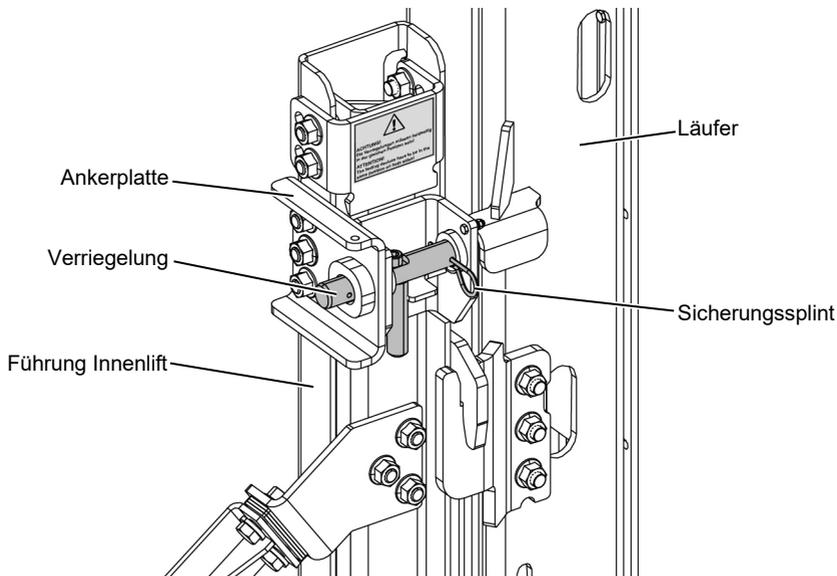
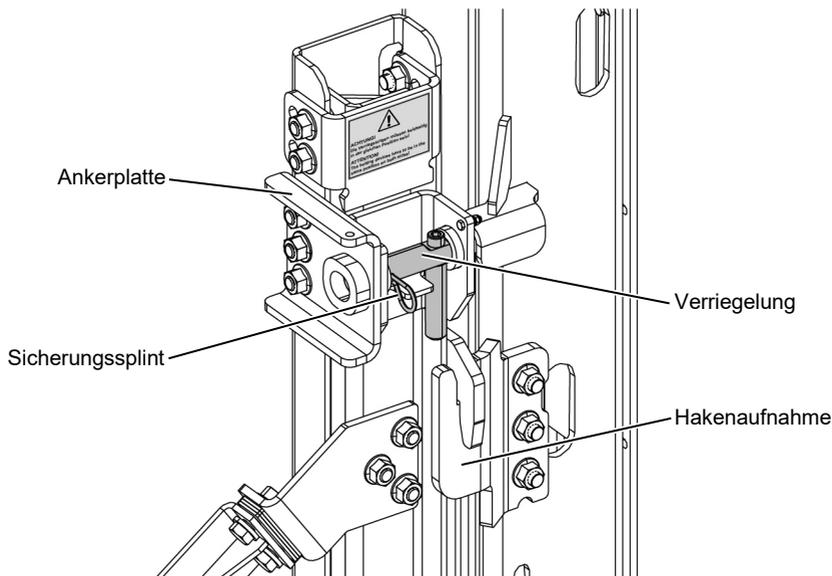

Abbildung 11: Verriegelung Innenlift (1)
Abbildung 12: Verriegelung Innenlift (2)
- ▶ Sichern Sie die Verriegelungen der Plattform des Innenliftes immer mit den vorhandenen Sicherungssplinten (siehe Abbildung 11, Seite 41, und Abbildung 12, Seite 43).
- ▶ Stellen Sie die Verriegelung in Richtung Fahrzeuginneres, wie in Abbildung 11, Seite 41, dargestellt.
- ▶ Stellen Sie die Verriegelung in Richtung Fahrzeugäußeres, wie in Abbildung 12, Seite 43, dargestellt.